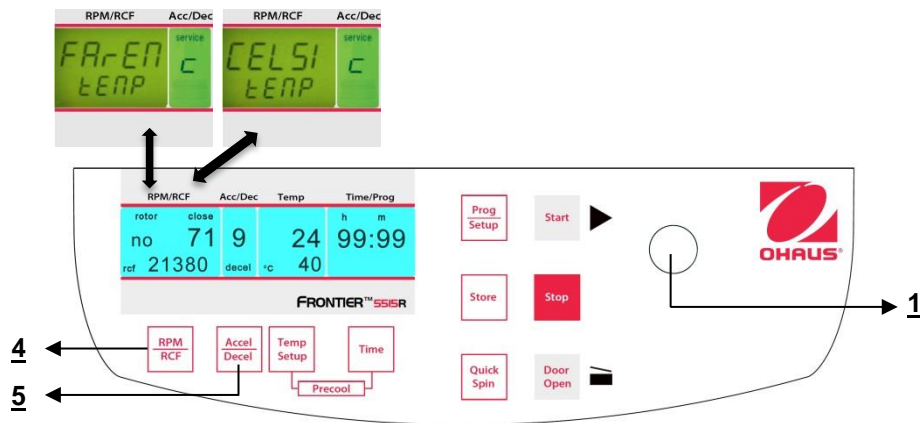

Abbildung. 32
Fahren Sie fort wie unter Punkt 4.1.2 beschrieben, um in den Programmmodus einzutreten und drücken Sie dann die Taste **"Accel/Decel"** (5). Auf der Anzeige **"Acc/Dec"** (A-2) erscheint das Wort **"Service"**. Wählen Sie nun den Buchstaben **"C"** mit Hilfe des Anpassungsknopfes (1). Als Ergebnis erscheinen auf der Anzeige **"RPM | RCF"** (A-1) die Worte **"CELSI/temp"**. Wenn Sie die Taste **"RPM | RCF"** (4) drücken, blinkt das Wort **"CELSI"** und Sie können mit dem Anpassungsknopf (1) die Anzeige in Fahrenheit **"FAREN"** ändern (siehe Abbildung 32).